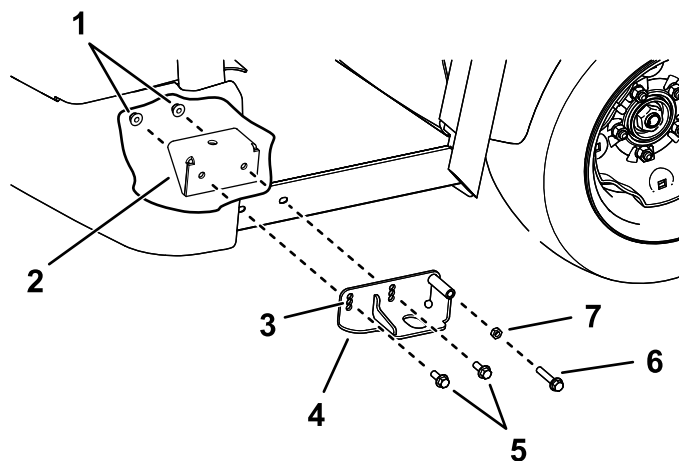

Figura 26
3. Instale o conjunto de montagem esquerdo e o conjunto de montagem direito nos suportes de montagem dianteiros da cabina utilizando 2 parafusos de cabeça hexagonal ($\frac{3}{8}$ pol. x 1 pol.) e 2 porcas flangeadas ($\frac{3}{8}$ pol.) de cada lado (Figura 26).
4. Instale o parafuso de ajuste ($\frac{3}{8}$ pol. x 2 pol.) e a porca hexagonal ($\frac{3}{8}$ pol.) no conjunto de montagem esquerdo e no conjunto de montagem direito em cada lado da máquina (Figura 26).
Utilize o parafuso de ajuste (Figura 26) para centrar a cabina.